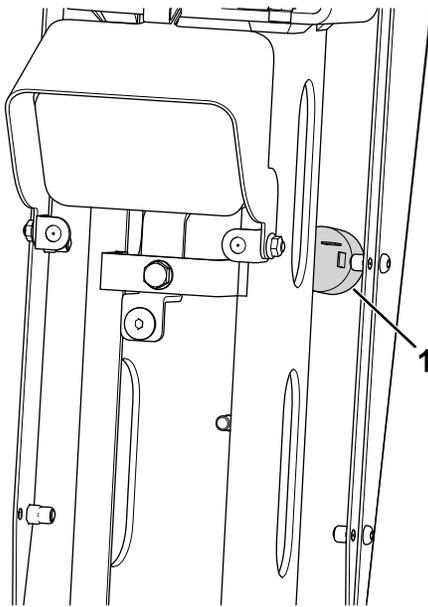

Figure 16
5. Retirez l'obturateur et montez l'alarme sur le panneau arrière de la colonne de direction Figure 16.